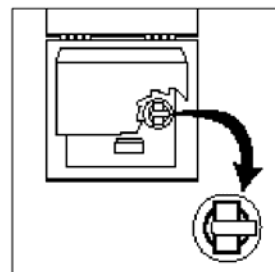

图13
3. 打开装置后,找到位于面板后面的母板,找到母板角落上的电池。如图13所示,取出电池夹下的纸片。